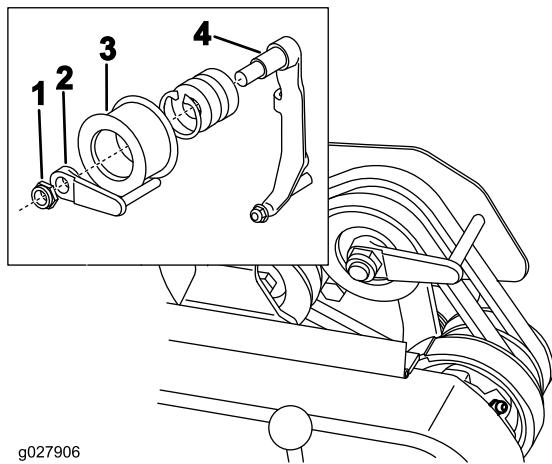

図 47
- エンジンを使わずに、楽に機体を押したり引いたりすることができるよう、ベルトガイド図 47 挿入図を以下のように調整しておきます